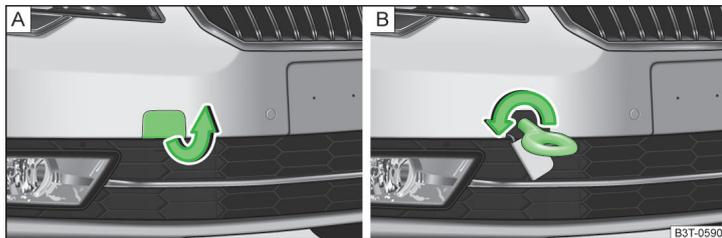

Abb. 185 Ausbau der Abdeckkappe / Einbau der Abschleppöse
- Die Abdeckkappe aus dem vorderen Stoßfänger herausnehmen » Abb. 185 - A.
- Die Abschleppöse nach links bis zum Anschlag einschrauben » Abb. 185 - B und diese so fest wie möglich anziehen. Für das Festziehen empfehlen wir, z. B. den Radschlüssel, die Abschleppöse eines anderen Fahrzeugs oder einen ähnlichen Gegenstand zu verwenden, der durch die Öse gesteckt werden kann.